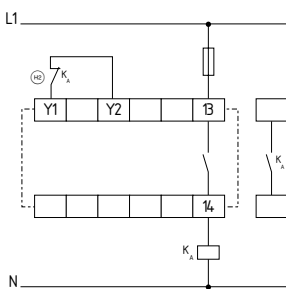

Fig. 7
**Commande à 1 canal (Fig. 7)**